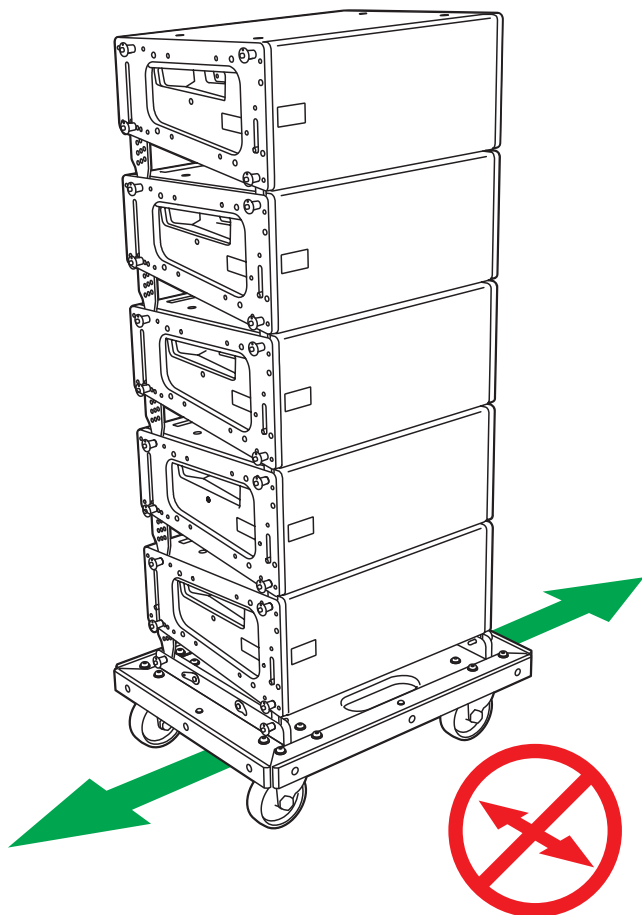

図41: 前後方向へのスタックの移動を避ける
- LINAの(長辺)前後方向(図41)にスタックを動かさないようにしてください。転倒を避けるために、スタックは必ず横に動かしてください。